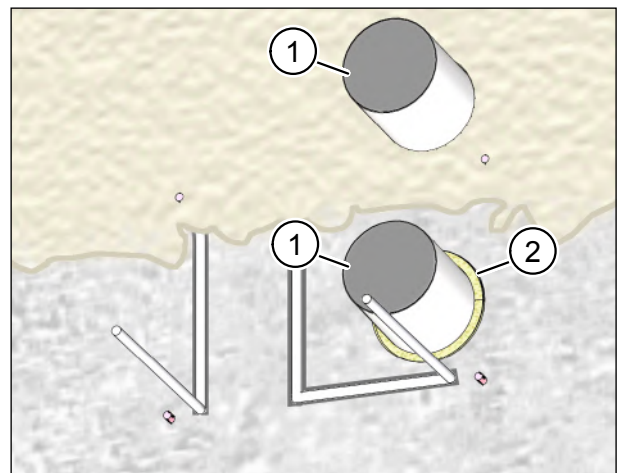

Abb. 18: Innenwand verputzen
- ▶ Verschließen Sie vor dem Verputzen beide Öffnungen der Lüftungsrohre mit Klebeband (Pos. 1 in Abb. 18) oder anderem geeigneten Material.
- ▶ Schneiden Sie den Montageschaum (Pos. 2 in Abb. 18) bündig zur Rohwand ab.